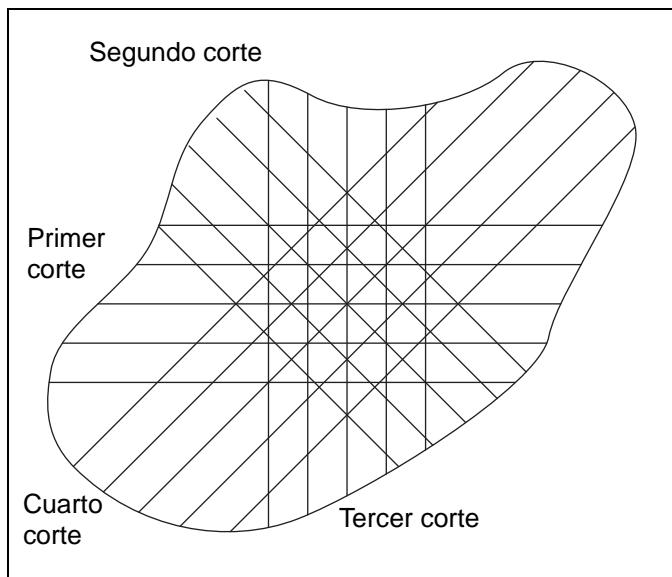

Figura 6F
- Para conseguir una superficie de juego más regular y más atractiva, cambie el patrón de corte cada vez que corte el césped del green. Los patrones mostrados en la **Figura 6F** son sólo sugerencias, el operario o el encargado pueden crear patrones adecuados para cada green.